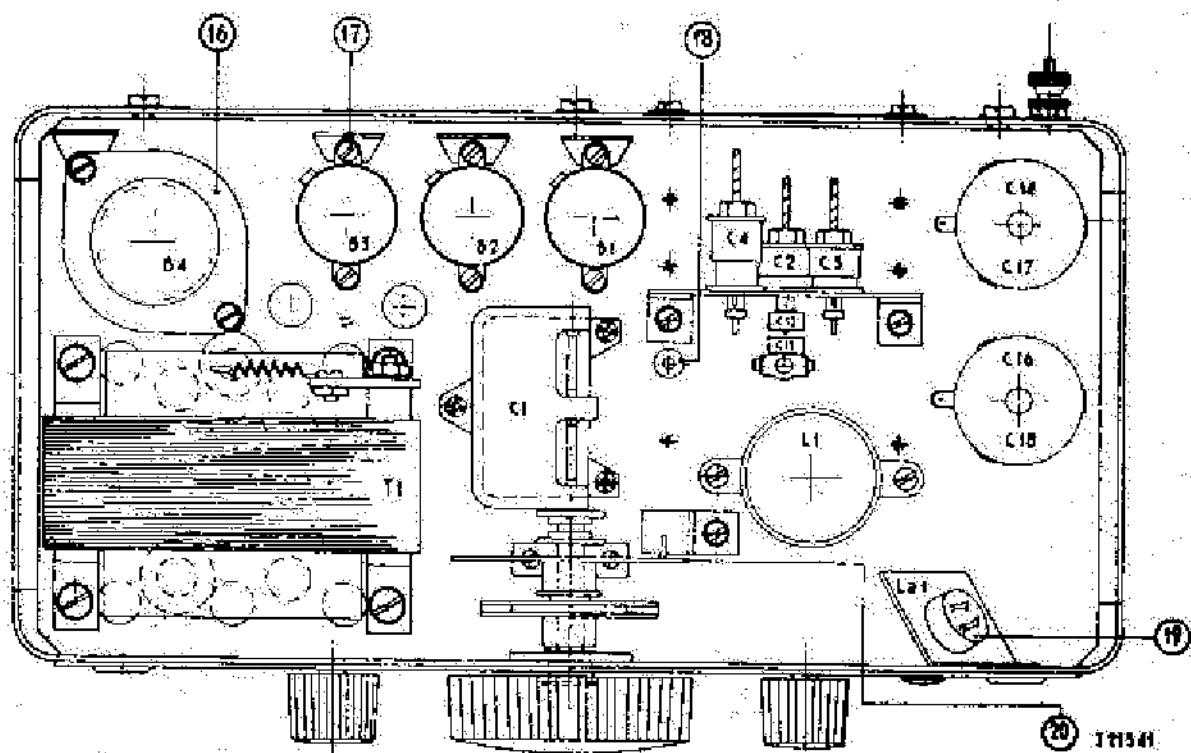

Fig.2
- Fig. 2 Bovenraanzicht
Apparaat ca $\frac{1}{2}$ uur ingeschakeld laten. De instelcondensatoren C2, C3 en C4 zijn door afnemen van een plaatje aan de achterzijde bereikbaar. Zie fig. 2. Bu1 t/m Bu4 niet aansluiten.